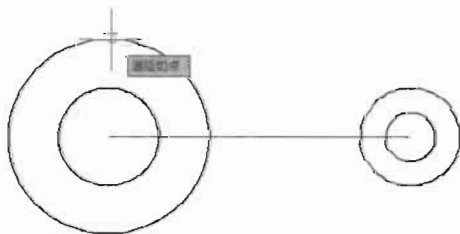

图 2-79
(6) 将光标置于小圆的合适位置, 待其出现“递延切点”捕捉提示之后单击鼠标左键, 如图 2-79 所示。